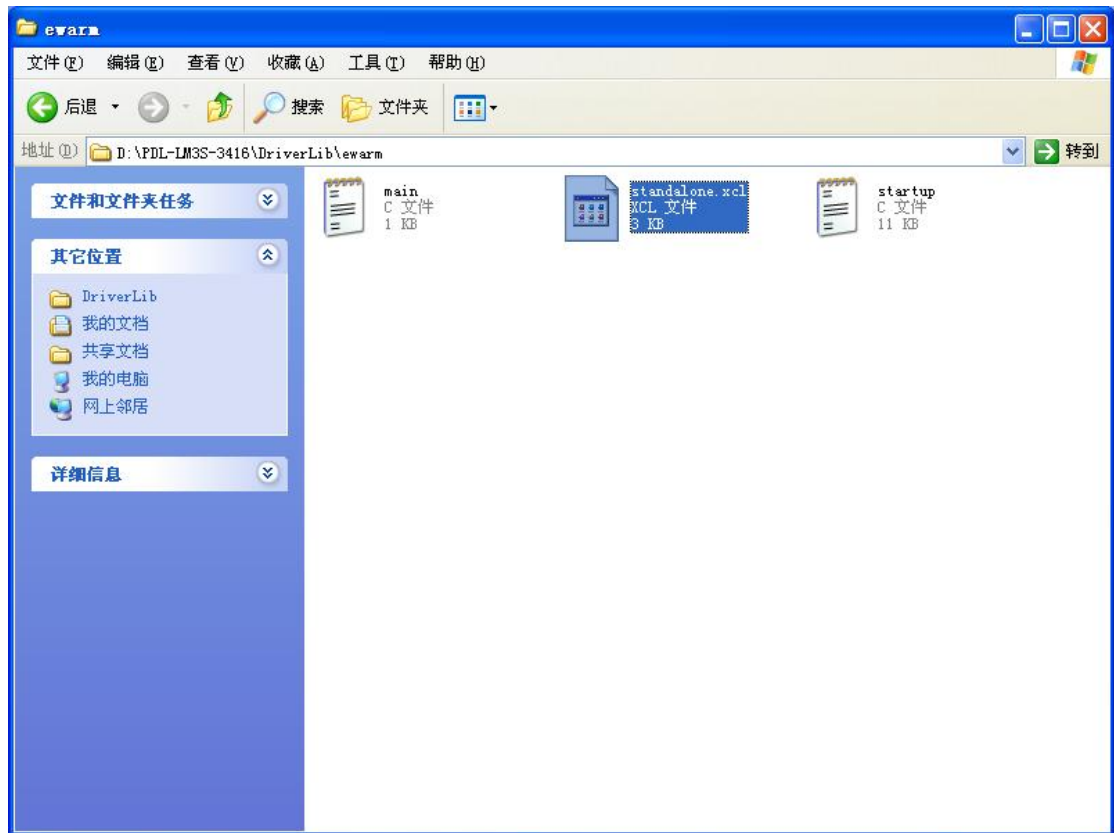
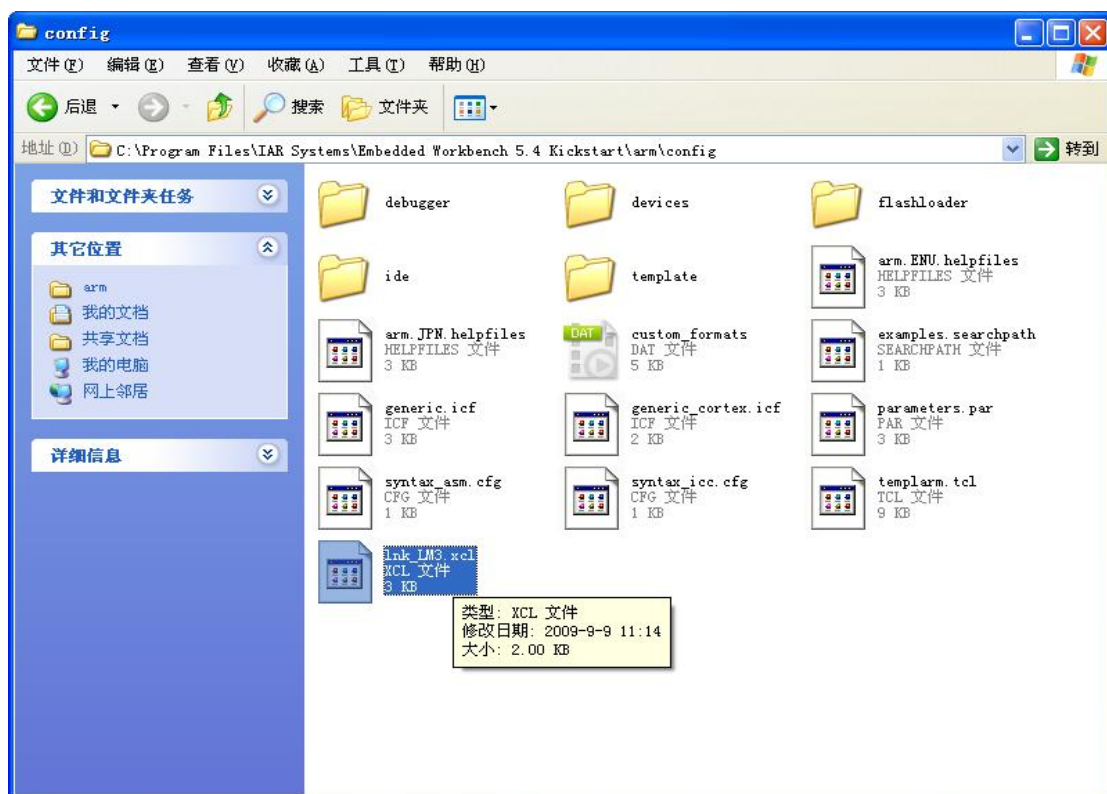

图 2.2 原连接器命令文件
图 2.3 连接器命令文件存放的目录
1. 打开目录“D:\PDL-LM3S-3416\DriverLib\ewarm”如图 2.2 所示。
2. 将图 2.2 中所示的“standalone.xcl”文件复制一份，然后粘贴到“C:\Program Files\IARSystems\Embedded Workbench 5.30 Kickstart\arm\config”目录下。并改名为“lnk—LM3.xcl”如图2.3所示